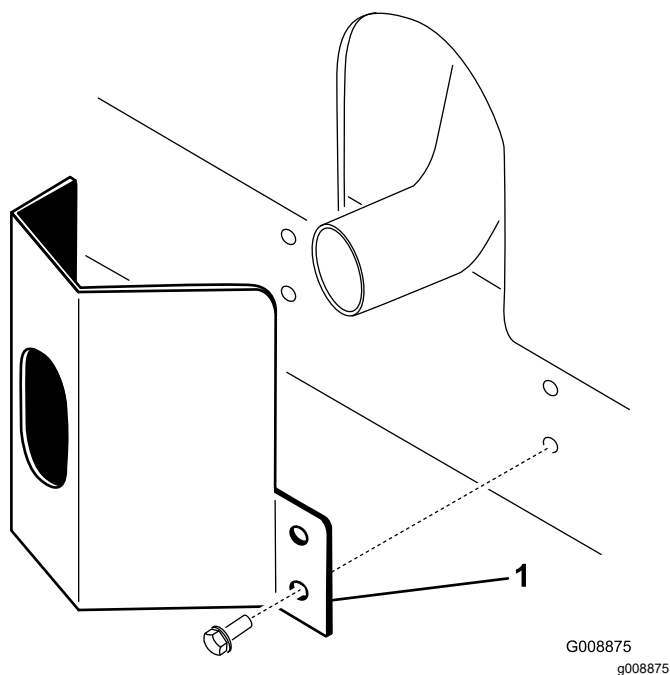

Figura 9
1. Coloque a cobertura do escape à volta da panela do escape, enquanto estiver a alinha os orifícios de montagem com os orifícios no chassis (Figura 9).
2. Prenda a cobertura do escape ao chassis utilizando 4 parafusos autorroscantes (Figura 9).